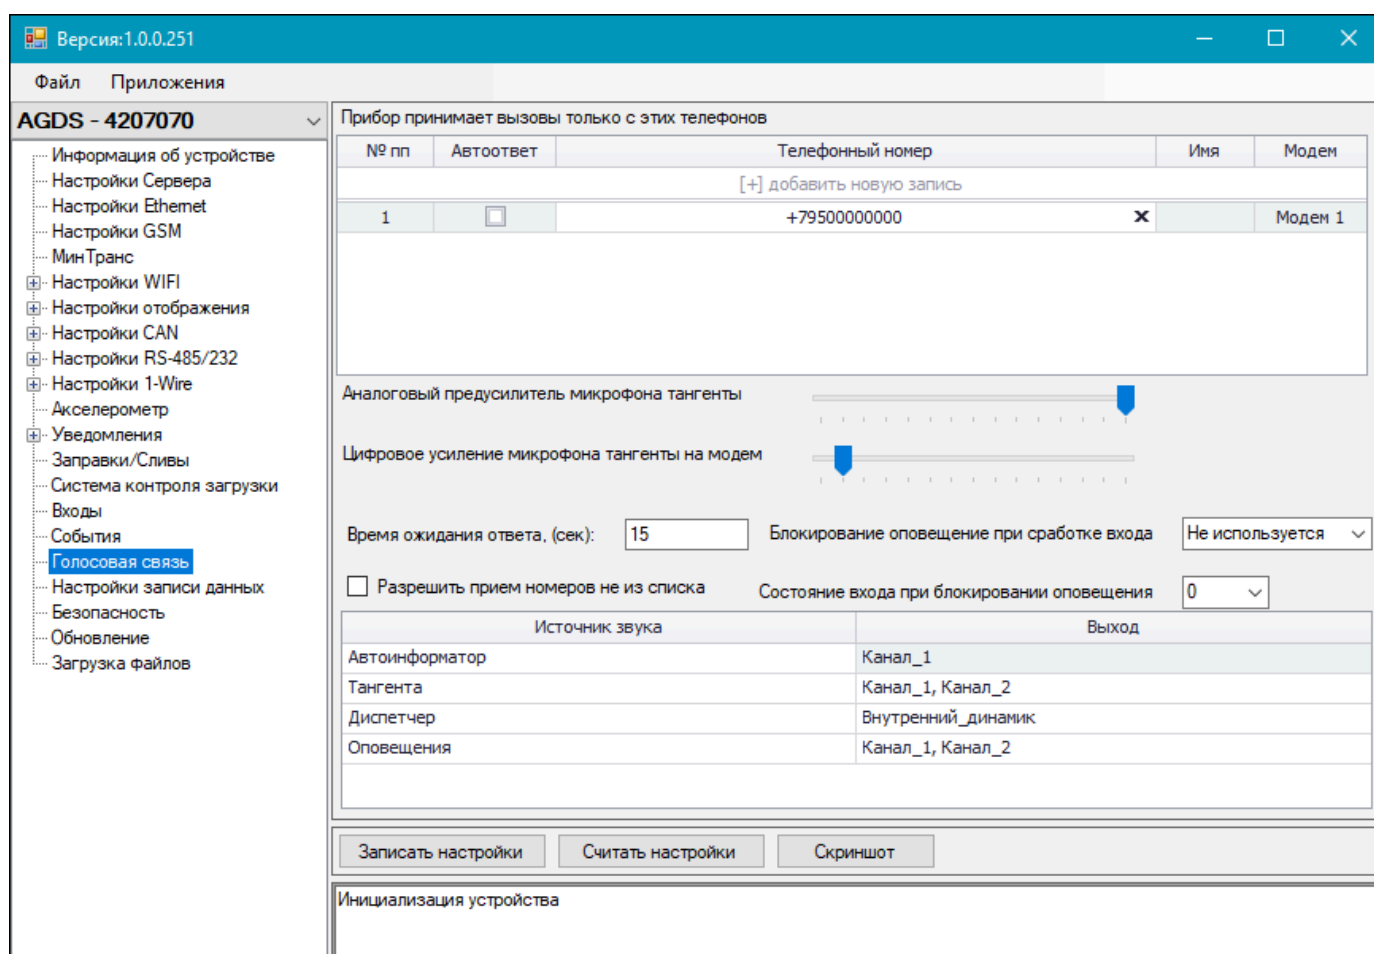

Рис.76. Рабочая область пункта «Голосовая связь»
2. Выберите в списке программы-конфигуратора для АвтоГРАФ-ИНФО S пункт «Голосовая связь» (Рис.76).
Если усиления микрофона подключенной тангенты, которое настроено по умолчанию, недостаточно, то выполните регулировку в программе-конфигураторе для АвтоГРАФ-ИНФО S. Для регулировки усиления микрофона выберите в списке программы-конфигуратора пункт «Голосовая связь» и измените положение следующих ползунков (**Рис.76**):